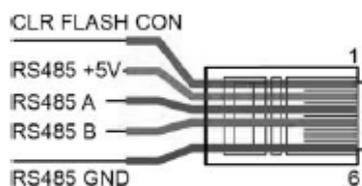

Fig.4. asignación de pines del conector RJ11 - RS-485 Modbus
3. Conecte las líneas de la interfaz RS-485 al conector RJ11 según la fig. 4.